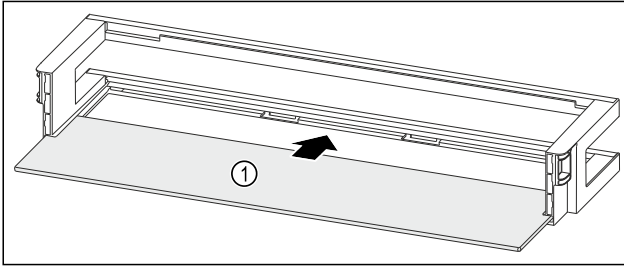

Fig. 134 Raf alanlı kapı rafı
- Raf alanını Fig. 134 (1) yandaki girintinin içine itin.